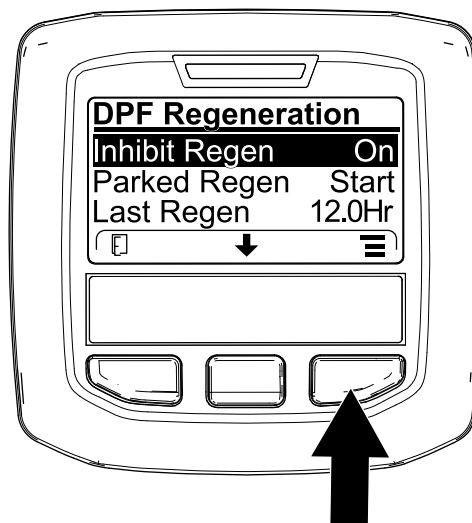
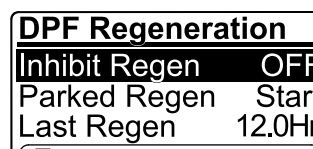

Рисунок 65
Рисунок 66
1. Перейдите в меню DPF Regeneration (Регенерация DPF), нажмите среднюю кнопку, чтобы перейти вниз к опции Inhibit Regen (ЗАПРЕТ РЕГЕНЕРАЦИИ), и нажмите правую кнопку, чтобы выбрать опцию Inhibit Regen (Запрет регенерации) (Рисунок 65).
2. Нажмите правую кнопку, чтобы изменить настройку запрета регенерации с On (Вкл.) на Off (Выкл.) (Рисунок 65) или с Off (Выкл.) на On (Вкл.) (Рисунок 66).